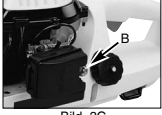

Bild. 3C
5. Bereiten Sie den Vergaser vor. Pumpen Sie die Ansaugvorrichtung (B) 10 mal (Bild 3C).